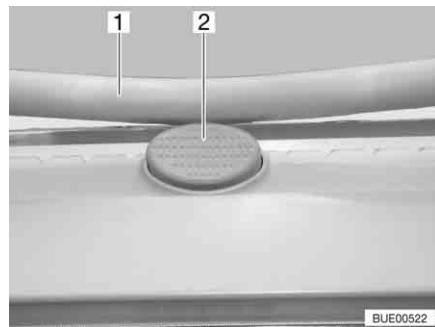

Fig. 67 Bottone di sicurezza sull'oblò Heki
- Premere il bottone di sicurezza (Fig. 67,2) e tirare verso il basso la staffa (Fig. 67,1) con entrambe le mani.
- Premere la staffa verso l'alto con ambedue le mani, finché la staffa non poggia al di sopra del bottone di sicurezza (Fig. 67,2).